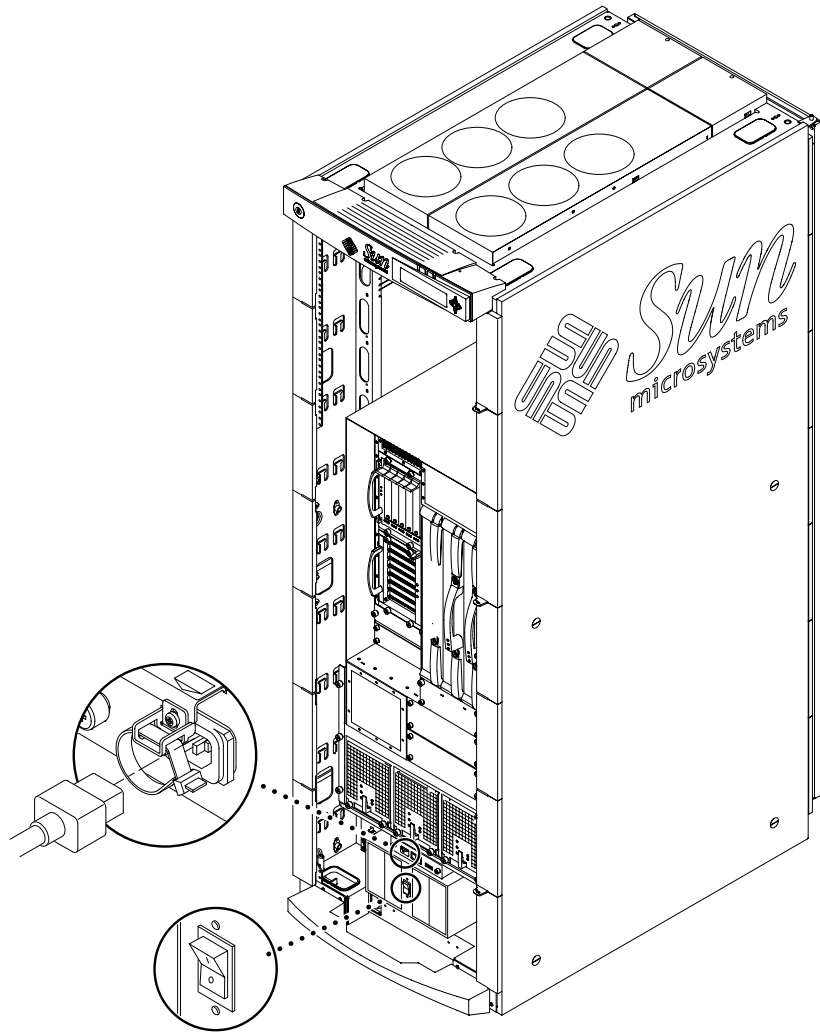

図 1-5 Sun Fire 4810 システムが設置されたキャビネットの電源スイッチの位置
1. Sun Fire キャビネットの各電源スイッチが、オフに設定されていることを確認します (図 1-5)。
2. Sun Fire 4810 システムの各電源スイッチが、オフに設定されていることを確認します (図 1-5)。